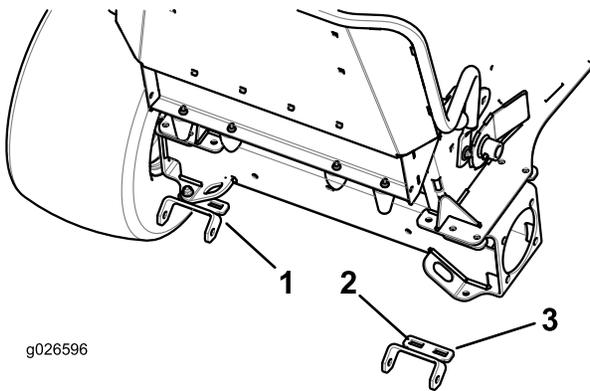

Figure 1
- Fixez les pattes de montage dans les trous extérieurs pour les tondeuses à base étroite (tondeuses de 112 cm [48 po] et 132 cm [52 po]) et dans les trous intérieurs pour les tondeuses à large base (tondeuses de 152 cm [60 po]) (Figure 1).